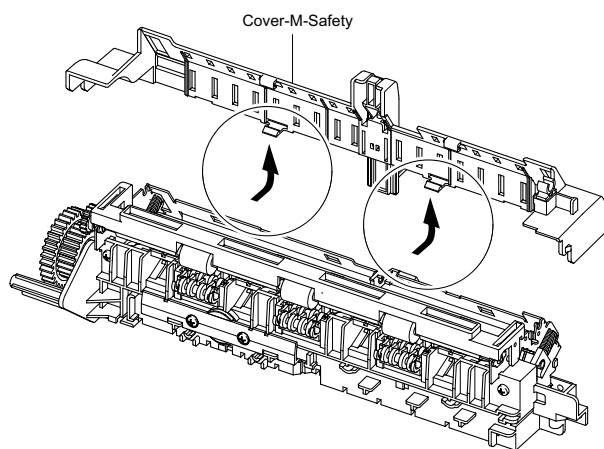

Рисунок 4
6. Снимите крышку "Cover-M-Safety", рисунок 4.